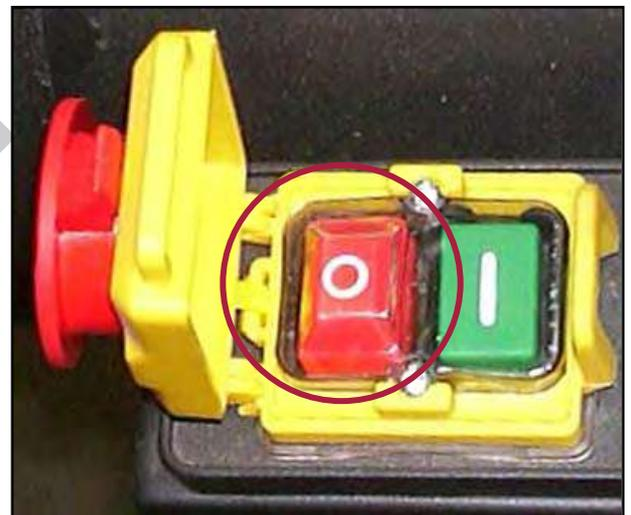

Figura 10 – Dettaglio interruttori.
Il pulsante rosso (O), serve per lo spegnimento (stop) dell'aspiratore per trucioli (Figura 10). Attraverso questo pulsante, viene tolta l'alimentazione al motore elettrico e viene così fermata la rotazione della ventola.
Per lo svuotamento del sacco, fermate la macchina per la lavorazione legno seguendo le relative istruzioni d'uso e poi l'aspiratore premendo il pulsante rosso (Figura 10) attendendo il completo arresto di tutte le macchine.